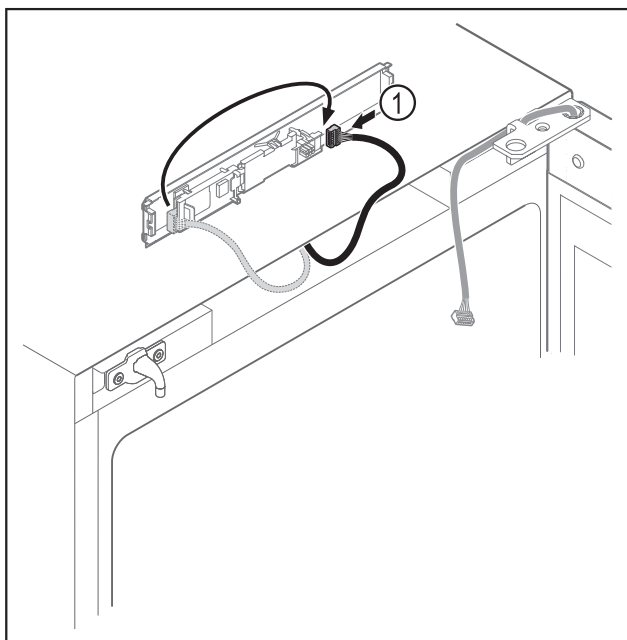

Fig. 7
- Enchufar el conector Fig. 7 (1) en otra posición en la platina.